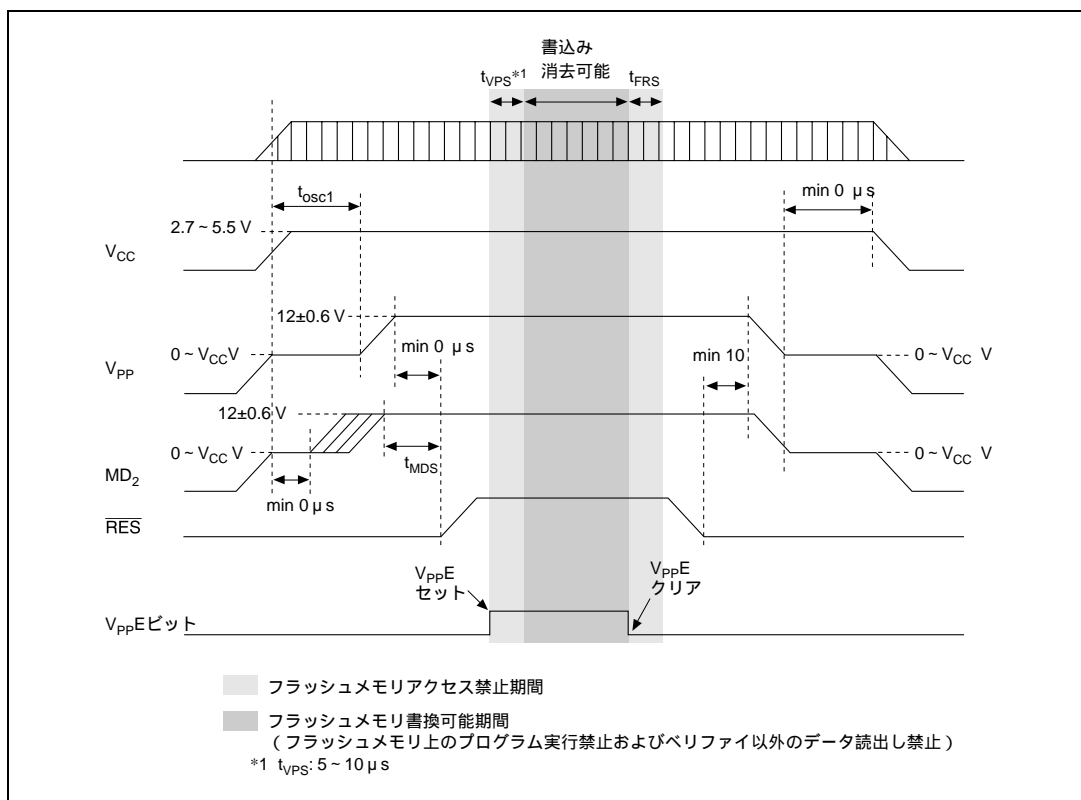
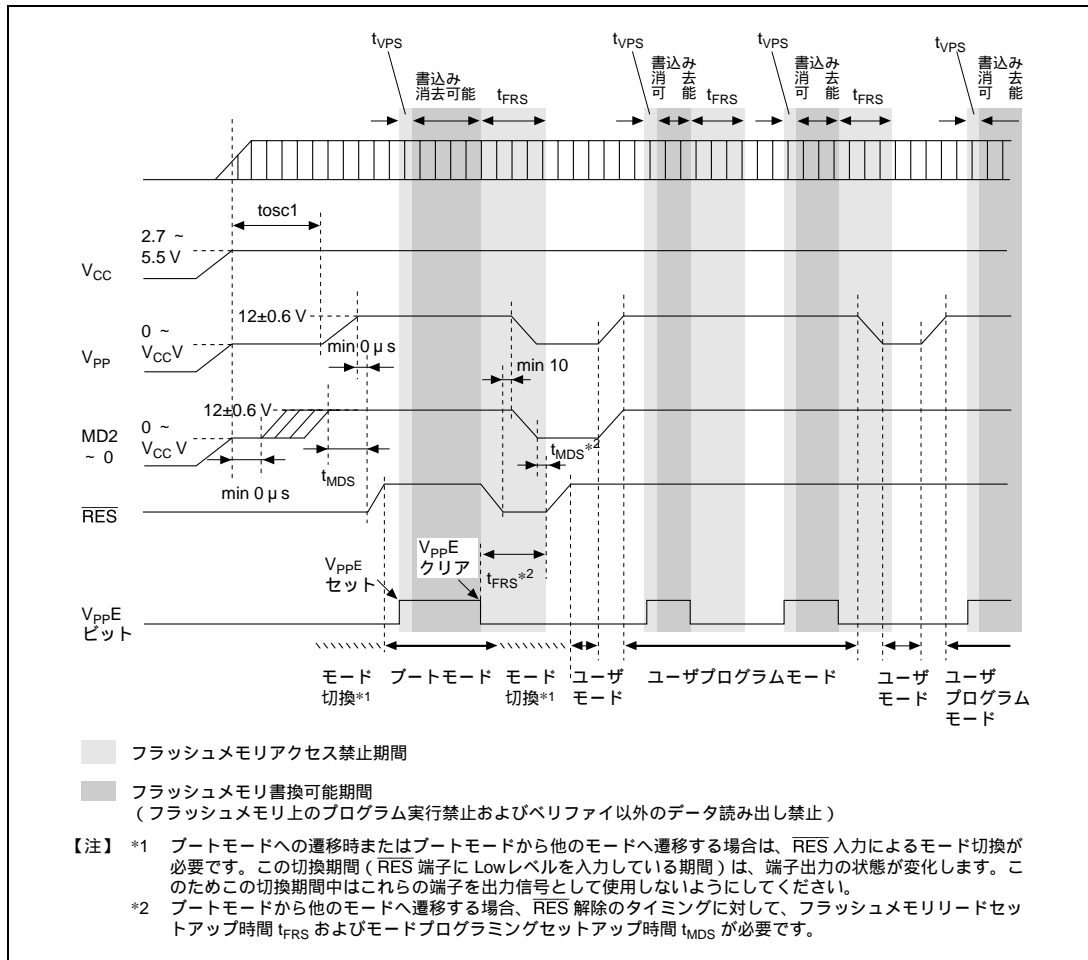

図 19.22 電源投入／切断タイミング（ブートモード）
図 19.24 モード移行タイミング (例: ブートモード ユーザモード ユーザプログラムモード)
- (4) プログラム電圧 ( $V_{pp}$ ) の印加 / 切断時の注意 (図19.22 ~ 図19.24参照)
- 【注】\* フラッシュメモリリードセットアップ時間は $V_{ppE}$  ビットクリア後から、フラッシュメモリをリードするまでの期間を規定します(図 19.24)。また、外部クロック使用(EXTAL入力)時の電源投入後と、スタンバイモードからの復帰時もフラッシュメモリをリードする前にフラッシュメモリリードセットアップ時間が必要です。